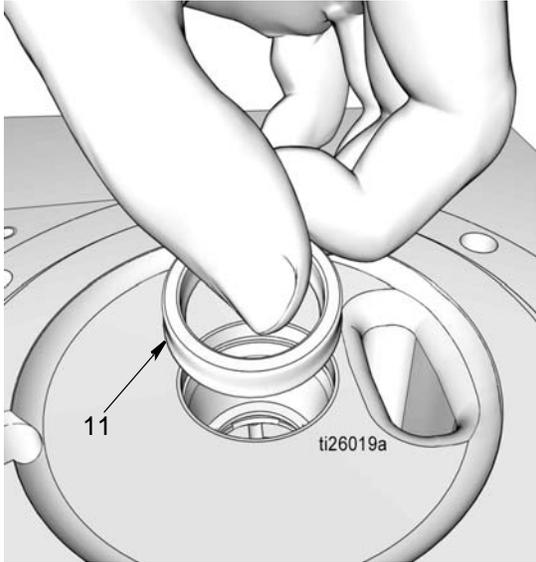

图 32
- d. 安装密封 (11)。确保密封的唇口朝下，如 图 32 所示。